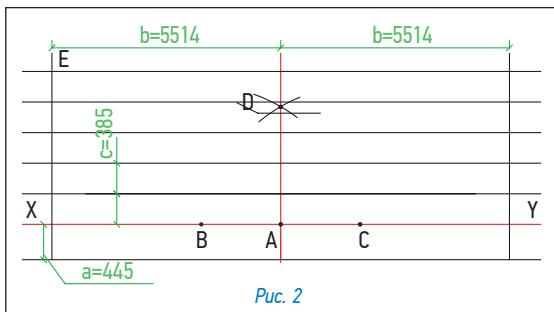
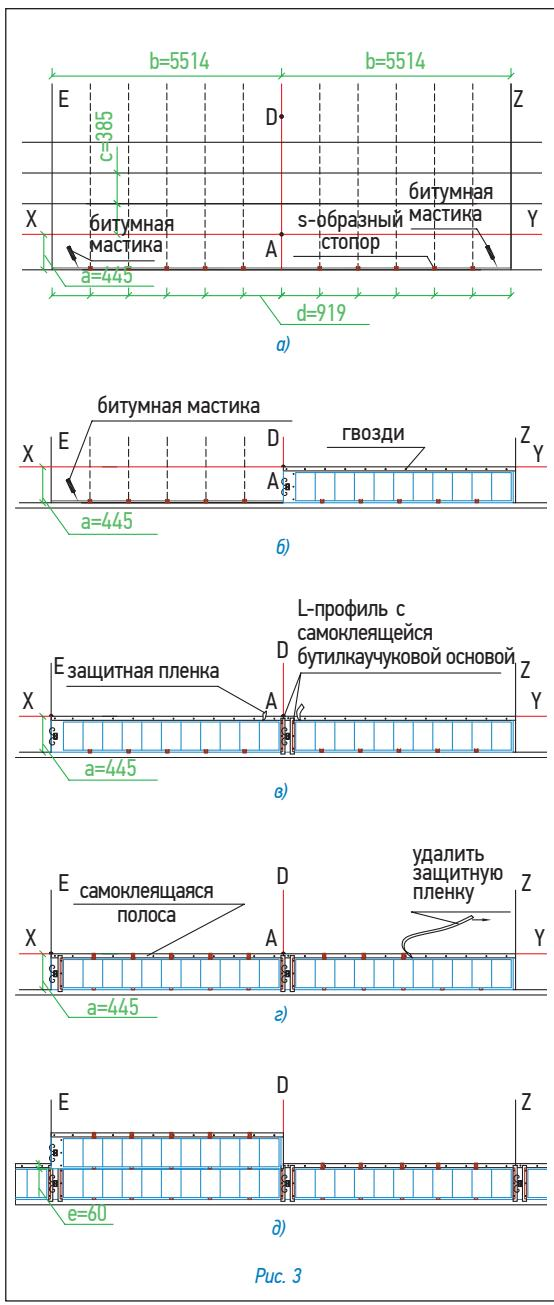

Рис. 2
Рис. 3
Укладка материала (рис. 2)
- По линии карниза укладывается специальный самоклеящийся рулонный материал «Старт Коппо», формирующий начальный ряд; при этом предварительно с его изнаночной стороны снимается защитная пленка (рис. 2а);
- укладка черепицы начинается от линии Z, при этом ее верхний край выравнивается по линии XY (рис. 2а, 2б);
- следующий ряд укладывается от линии K (со смещением 18,2 см от линии Z) (рис. 2в);
4. Защитную пленку с поверхности самоклеящегося слоя рекомендуется удалять непосредственно перед креплением листа (рис. 2а).
Ендова (рис. 3)
2. «Старт Коппо» укладывается с нахлестом 20 см, место нахлеста тщательно обрабатывается битумной мастикой (рис. 3)
- далее непосредственно на материал «Старт Коппо» укладываются листы черепицы, обрезанные в соответствии с заранее отбитыми линиями (рис. 3)
Внимание: 1. Необходимо также подрезать верхний уголок обрезанного края листа (рис. 3а) для правильного стока воды;
2. Крепление обрезанного листа черепицы к материалу «Старт Коппо» осуществляется при помощи сплошной полосы битумной мастики (рис. 3б);
Разметка крыши (рис. 2)
Укладка ТЕГОСОЛАР (рис. 3)
- Вдоль линии карниза установите кляммеры-стопоры с шагом 91,9 см согласно разметке (рис. 3а);
- далее в кляммеры-стопоры аккуратно вставьте панели и зафиксируйте их по нижнему краю битумной мастики, по верхнему – гвоздями с шагом 25 см через специально отведенные отверстия (рис. 3б);
- далее для обеспечения герметичности соединения панелей установите L-профиль, имеющий самоклеящуюся бутилкаучуковую основу (рис. 3в); L-профиль закрепите гвоздями через предусмотренные в нем отверстия;
- перед укладкой второго ряда черепицы снимите защитную пленку с верхней части уложенной черепицы первого ряда (рис. 3г);
- по верхнему краю уже уложенного первого ряда панелей установите кляммеры-стопоры с шагом 91,9 см согласно разметке (рис. 3г) и закрепите гвоздями через специально предусмотренные в них отверстия;
- следующую панель аккуратно вставьте в кляммеры-стопоры таким образом, чтобы нахлест на ранее установленные панели первого ряда составлял 6 см и она частично перекрывала уже установленные L-профили (рис. 3д);
- зафиксируйте панели при помощи гвоздей с шагом 25 см через специально отведенные отверстия (рис. 3б);
Гвозди, которыми была закреплена основная черепица, должны быть закрыты, поэтому укладка панелей в этом случае начинается ниже линии крепления черепицы. Уровень этой линии для некоторых моделей черепицы TEGOLA приведен на рис. 4. Далее разметку и укладку панелей следует выполнять согласно рис. 2 и рис. 3.
- укладка черепицы начинается от линии AD, при этом ее верхний край выравнивается по линии XY (рис. 2б);
- следующий ряд укладывается от линии Z (со смещением 16,6 см от AD) (рис. 2б);
До крепления черепицы необходимо придать правильное положение листа, согласно разметки, предварительно зафиксировать гвоздями в местах фиксации технологическим крепежом (рис. 2б).
Каждый лист черепицы крепится 4 гвоздями в штатных местах (ось гвоздей на линии битумных kleевых полос) таким образом, чтобы гвоздь прошивал и верхний край нижележащего листа черепицы (рис. 2б).
- ровно по центру ендovy расстилается специальный рулонный материал «АкваРолл», фиксируется в верхней части двумя гвоздями и обрезается в нижней части по линии карниза (рис. 3а);